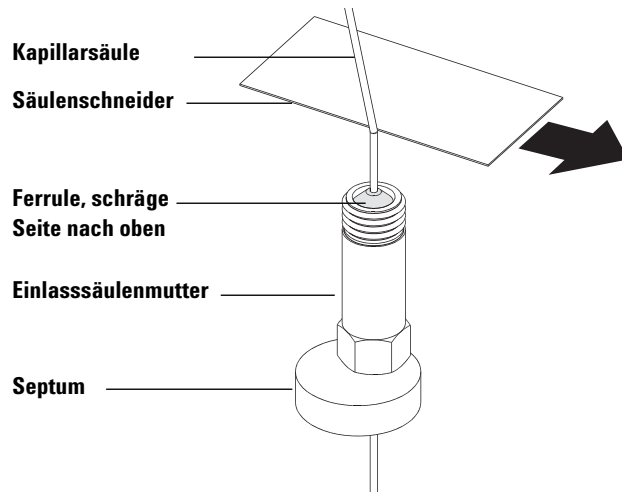

Abb. 3 Vorbereiten einer Kapillarsäule für die Installation
- 2 Ziehen Sie Handschuhe an, und schieben Sie Septum, Säulenmutter und konditionierte Ferrule auf das freie Ende der Säule (Abb. 3). Das abgeschrägte Ende der Ferrule muss von der Säulenmutter weg zeigen.